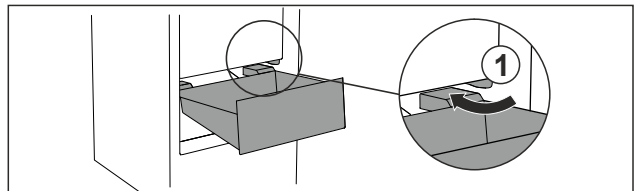

Fig. 106
- Guider le tiroir en biais en contournant les butées Fig. 106 (1).